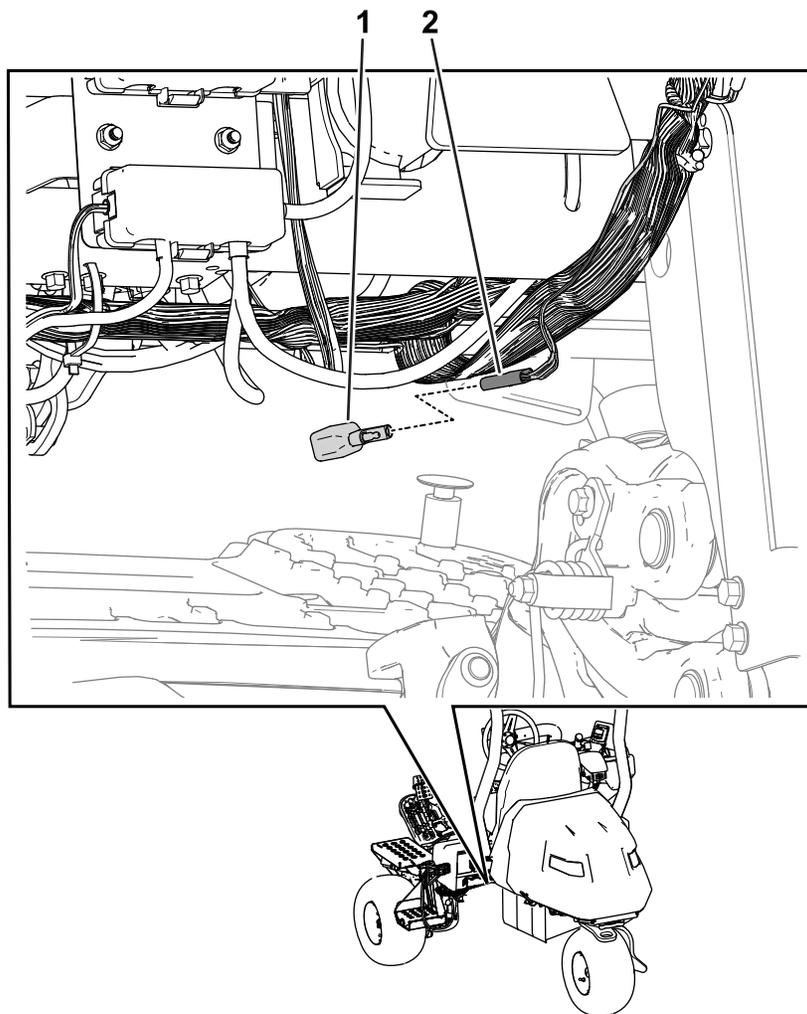
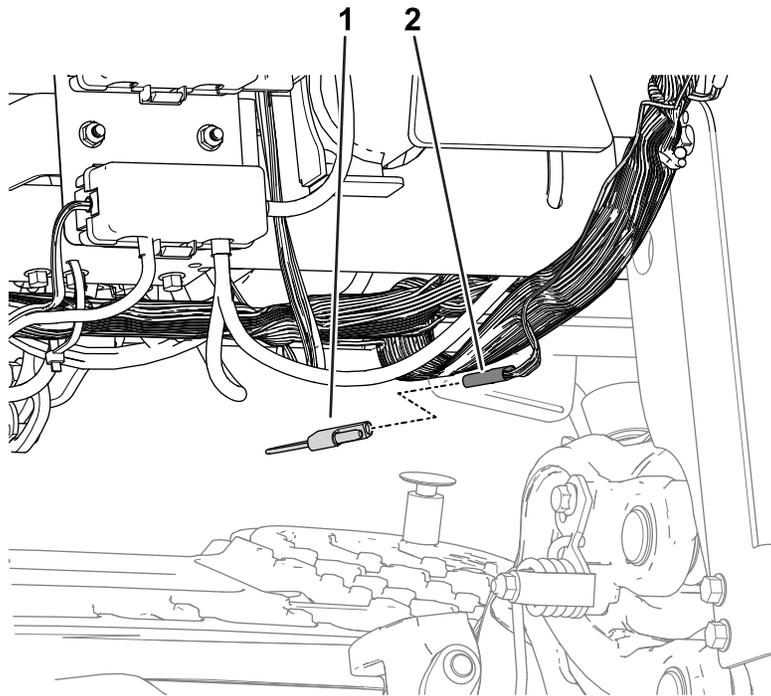

Bild 43
Bild 44
1. Lokalisieren Sie den mit P09 gekennzeichneten Kabelbaumsteckverbinder in der Nähe der mittleren Schneideinheit, der Ladeanschlüsse und der Sicherungshalter (Bild 43).
- Entfernen Sie die Diode vom Kabelbaumsteckverbinder mit der Bezeichnung P09 (Bild 43) und montieren Sie die Kappe mit Band auf den Steckverbinder (Bild 44).